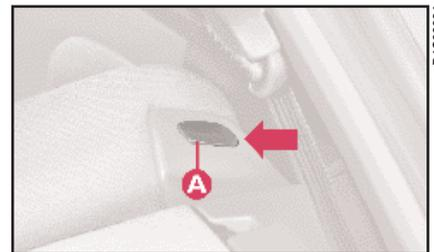

fig. 77
3) Décrocher le dossier en appuyant sur l'interrupteur **A** (fig. 77) (un de chaque côté) situé sur le dossier arrière, même si le dossier est séparé; le décrochage est signalé par une bande de couleur rouge apparaissant sur le côté court de l'interrupteur (vers l'habitacle).